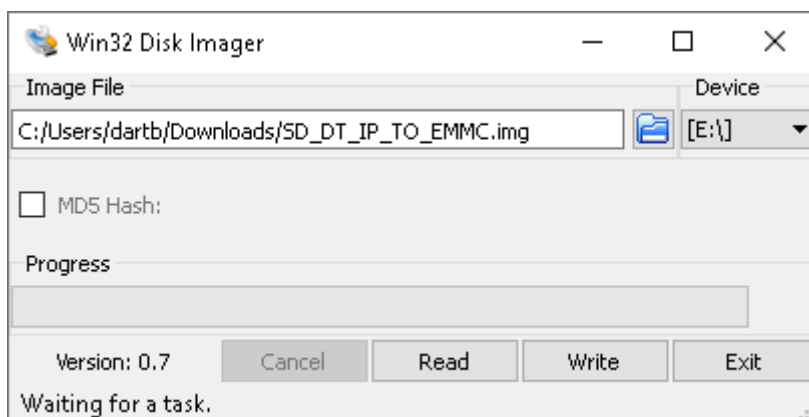

Рисунок 1– Выбор файла образа в рабочем окне программы Win32 Disk Imager
2.1.3 Выбрать установленную micro SD карту и файл образа (рисунок 1).